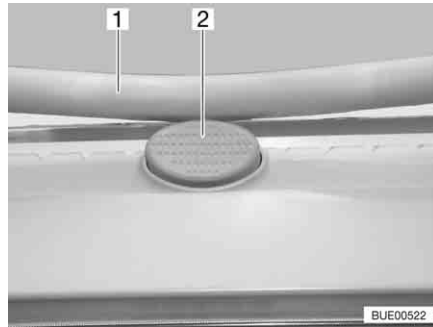

Bild 110 Sicherungsknopf an der Heki-Dachhaube
- Den Sicherungsknopf (Bild 110,2) drücken und den Bügel (Bild 110,1) mit beiden Händen nach unten ziehen.
- Den Bügel mit beiden Händen nach oben drücken, bis der Bügel oberhalb des Sicherungsknopfes (Bild 110,2) liegt.